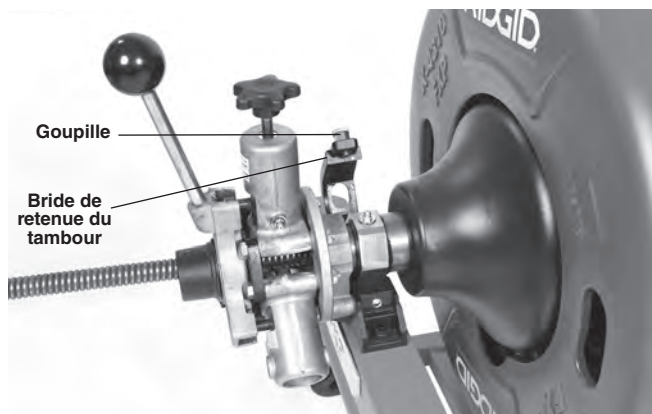

Figure 8 – Ouverture de la bride de retenue du tambour
1. Tirez sur la goupille pour ouvrir la bride de retenue du tambour (*Figure 8*).